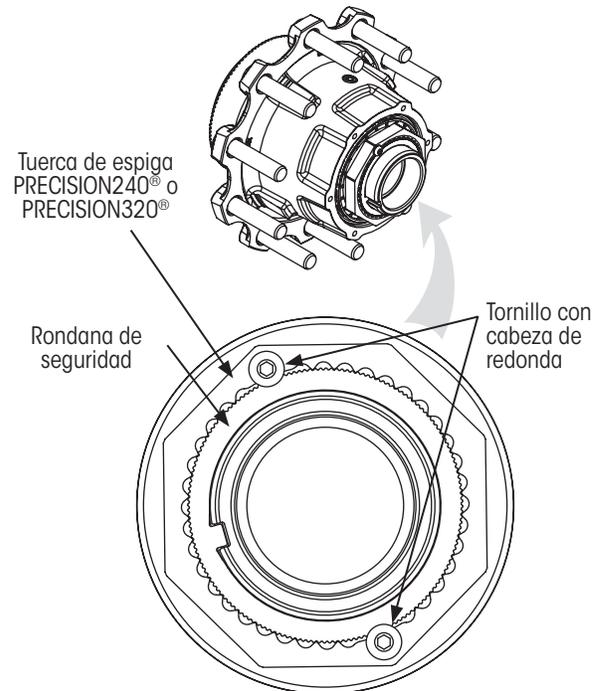

Figura 7: Tornillo de cabeza redonda en sistema de tuerca PRECISION240® o PRECISION320®
4. Usando una llave hexagonal (HERRAMIENTAS REQUERIDAS en página 6), **remueva los tornillos de cabeza redonda** de la rondana de seguridad Figura 7.